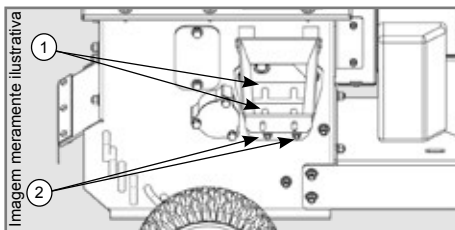

Figura 12
Os calços (1) podem ser utilizados separadamente ou em conjunto, retirando o funil de entrada lateral e soltando levemente as porcas (2) da contrafaca e introduzindo-os entre o corpo e a contrafaca, conforme direção indicada na Figura 12.